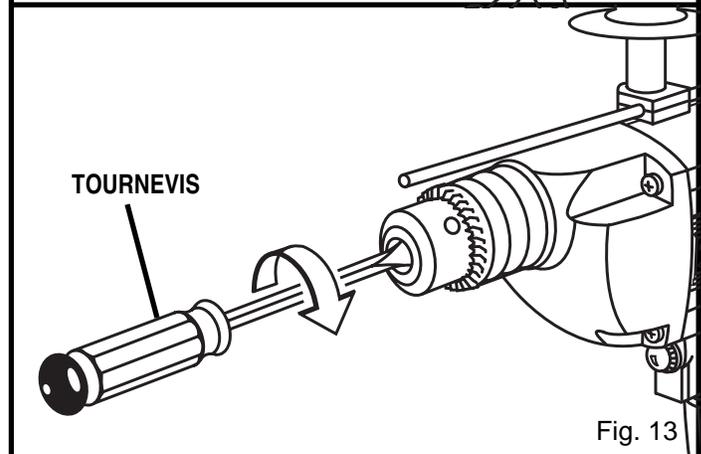

Fig. 13
4. Ouvrez les mâchoires du mandrin et enlevez la clé hex. Enlevez la vis du mandrin en la tournant vers la droite. Voir figure 13.
**NOTE:** la vis de mandrin est dotée d'un filet à gauche. Voir figure 13.